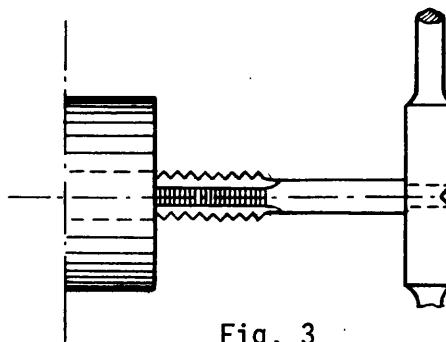

Fig. 3
- b Coloque el pasa-macho en el macho y trabe el husillo del torno (fig. 3).